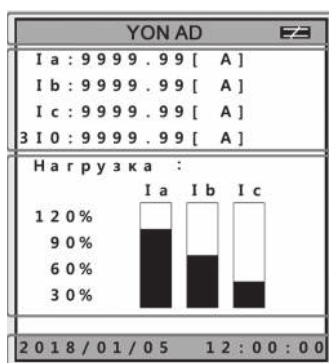

Рисунок 7 – Жидкокристаллический дисплей MR8.1
4.2.4.3 Интерфейс микропроцессорного расцепителя, смотри рисунок 7.
4.2.5.3 Интерфейс микропроцессорного расцепителя MR8.2 соответствует MR8.1 (рисунок 7).